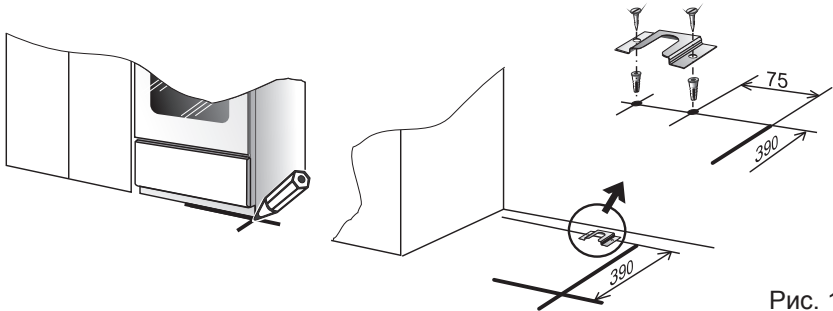

Рис. 18
- Установить плиту на рабочее место, проверив, не препятствуют ли открыванию крышки окружающие предметы. Отметить на полу линию передней стенки и габариты по ширине передней и боковой стенок (рис. 18).